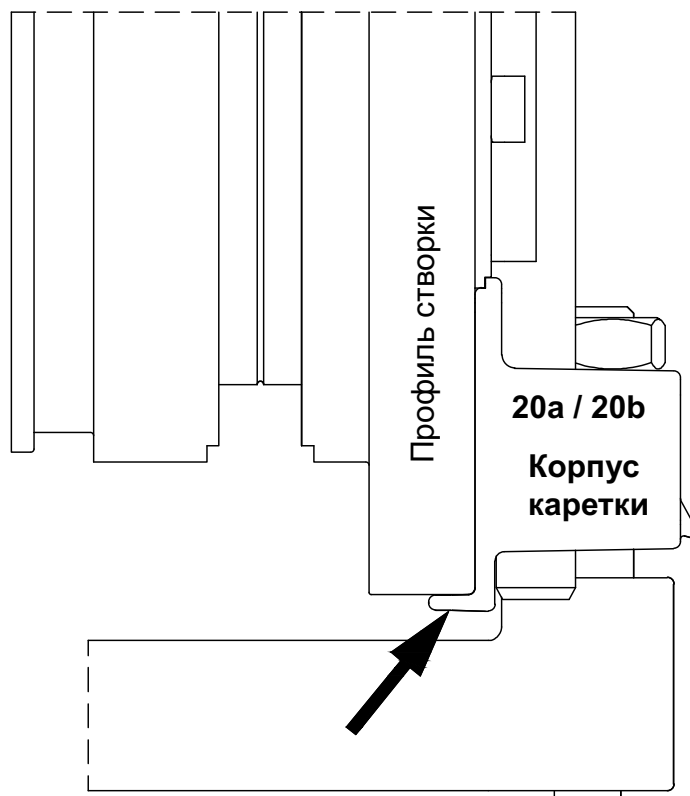

Рис. 3.2
3.2 Приложите корпус каретки к нижней части профиля створки. Рис. 3.2